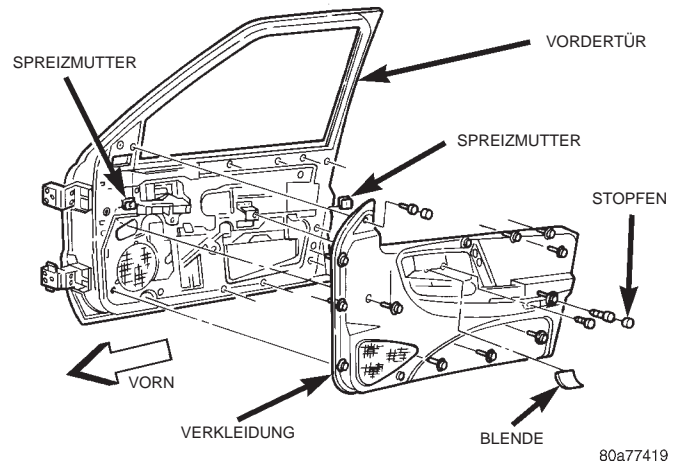

Abb. 13 Verkleidung der Vordertür
- (1) Befestigungsschraube lösen, mit der die Verkleidung am Türinnengriff befestigt ist (Abb. 13).
- (2) Befestigungsschraube der Armlehne lösen.
- (3) Befestigungsschraube der oberen Spiegelblende lösen.
- (4) Befestigungsschraube in der Vertiefung der Verkleidung lösen.
- (5) Einen Kunststoffhebel (Spezialwerkzeug C-4829 oder ein entsprechendes Werkzeug) an der Türverkleidung ansetzen, bis die Halteclips am Umfang der Türverkleidung ausrasten.
- (6) Falls zuvor abgeklemmt, die Steckverbinder von der Schalterblende abziehen.
- (7) Verkleidung über den Türinnengriff heben und Verkleidung von der Tür abbauen.